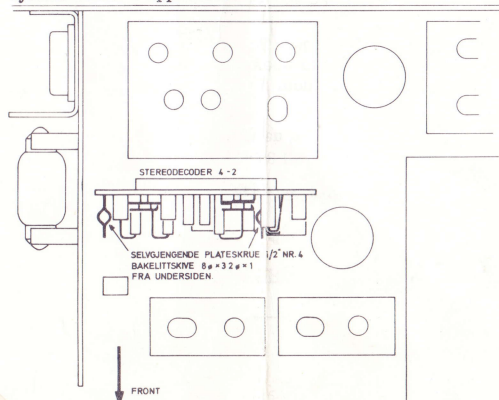

Fig. 4. Montering av stereodekoder 4-2 i Sølvsuper 10.
3. Trekk ut ekvivalentkortet og monter dekoderen som vist i fig. 4. Legg isolasjonsskivene mellom skruehodene og hovedplatens folieside og fest med to skruer fra TK-platens folieside.